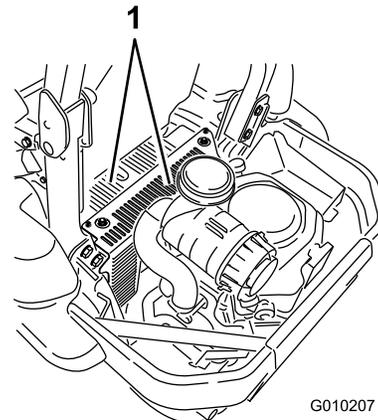

Bild 69
5. Entfernen Sie Schmutz- und Grastrückstände von den Hauben der Hydraulikanlage (Bild 69).